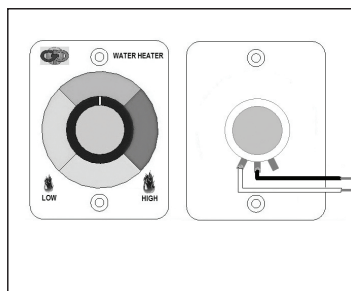

Figure 5
3. Pour installer le contrôle de modulation (Fig. 5), connecter le MOD GAZ du chauffe-eau au fil blanc du potentiomètre et le fil noir du potentiomètre à un fil de terre (connexion à la terre) accessible du véhicule.
Le modèle **GSWH-1M** de Girard Products est un nouveau chauffe-eau sans réservoir à « tirage induit » conçu spécialement pour les véhicules récréatifs (VR). Sa configuration et sa taille sont conformes aux chauffe-eau avec réservoir actuellement utilisés et il est conçu pour l'industrie du VR pour une utilisation par les fabricants d'équipements et les consommateurs. La commande de modulation du gaz (CMG – voir Figure 5) est l'une des principales caractéristiques du modèle, qui est installée à l'intérieur du véhicule. À l'aide de la CMG, la capacité de chauffage du chauffe-eau peut être réglée manuellement d'un minimum de 18 000 BTU à un maximum de 36 000 BTU et la température d'eau entrante augmentera de 20° - 70° (F), selon le débit d'eau chaude et le réglage de la commande de modulation de gaz.
- 3. Tourner le bouton de modulation de gaz au réglage approprié (voir Figure 5 à la page 28).